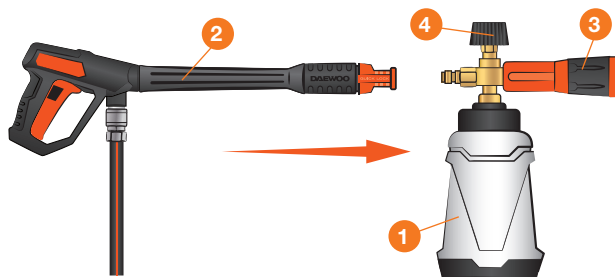

Рис. 6
- Наполните подготовленным моющим средством пеногенератор **1** из комплекта поставки и присоедините его к пистолету **2** (Рис. 6). Регулировку факела распыляемого моющего средства производите поворотом корпуса форсунки **3**. Регулировку подачи моющего средства производите поворотом верхней рукоятки **4**.